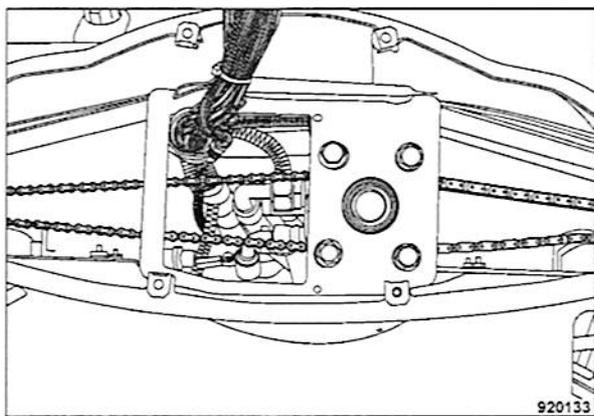

Fig. 149
- Comprobar cadena y piñón (Fig. 149) por todo el contorno por su estado.